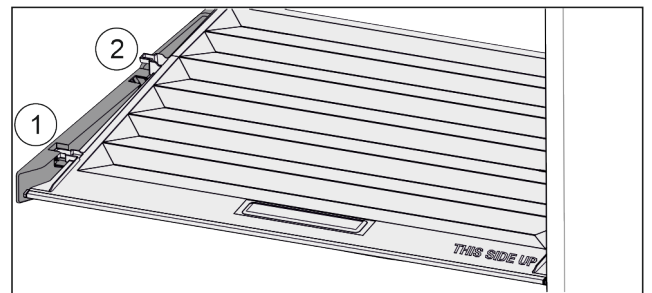

Fig. 94
- ▶ Trageți capacul în față Fig. 94 (1) până la orificiul din piesele suportului.
- ▶ Ridicați în spate de jos și scoateți Fig. 94 (2) în sus.